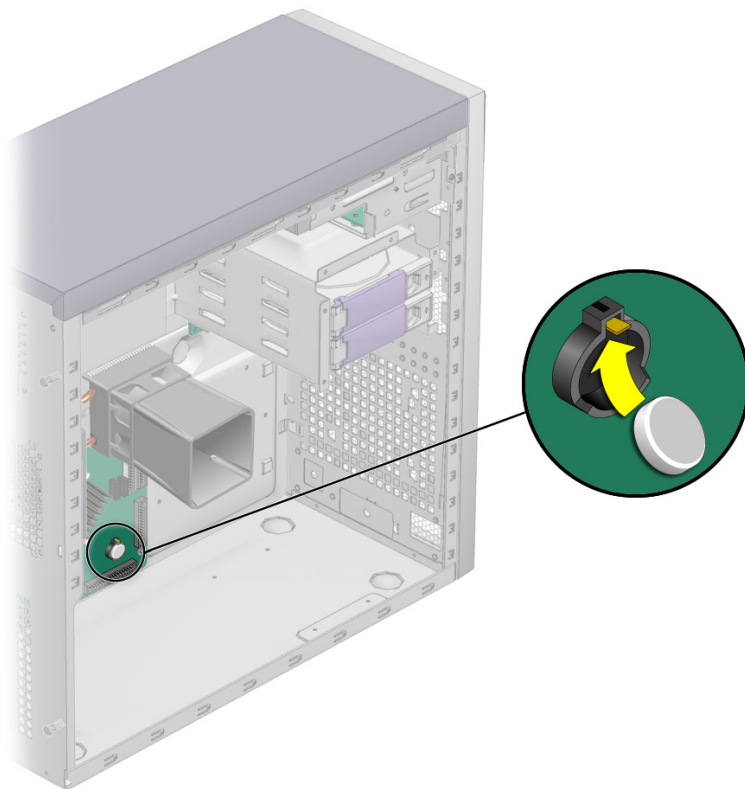

图 4-22 安装系统电池
6. 让新电池的正极符号 (+) 一面朝上，将其插入插座内（参见图 4-22）。